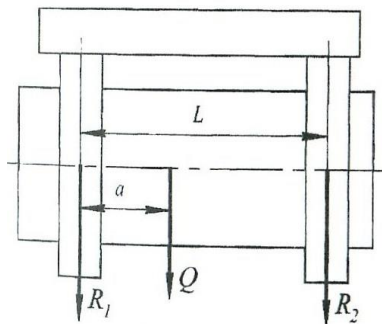

Рис. 5
3. Объект манипулирования массой  $m = 20,0$  кг удерживается в схвате (рис. 5). Рассчитать силы  $R_1$  и  $R_2$ , действующие в местах контакта объекта манипулирования с губками схвата, если  $L = 100,0$  мм,  $a = 30,0$  мм.